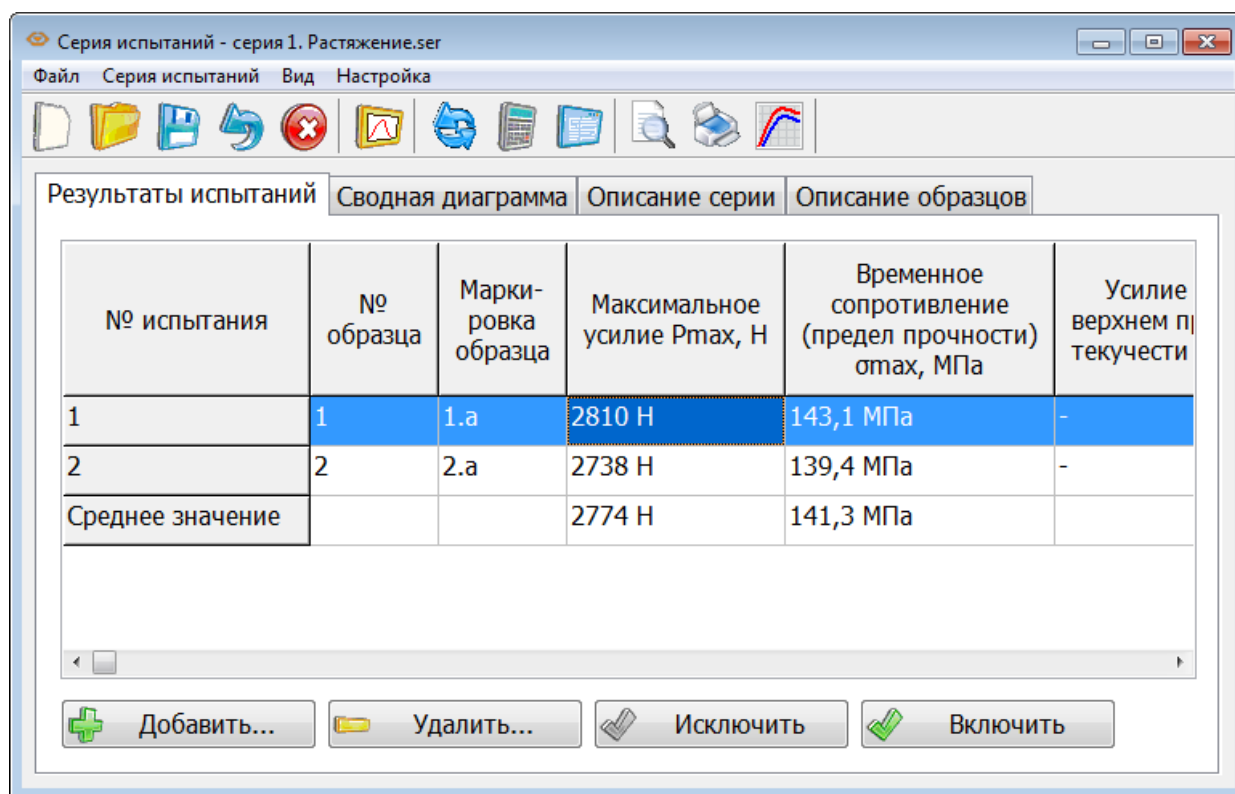
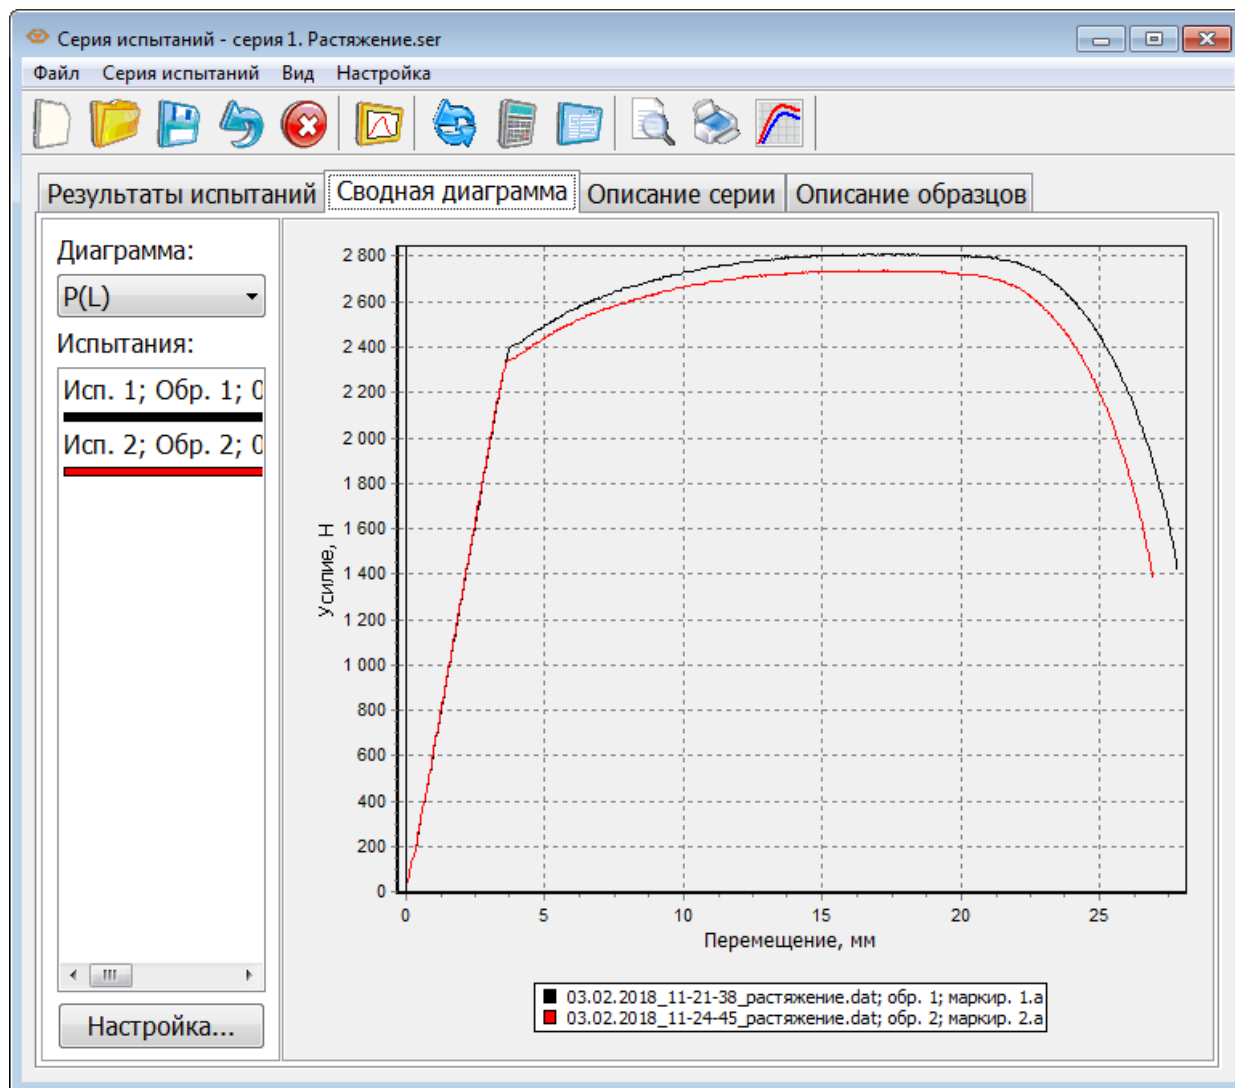

Рис. 36. Серия испытаний. Результаты испытаний
Рис. 38. Сводная диаграмма
Для открытия файла серии испытаний, созданного автоматически для проведенного испытания, необходимо в окне **«Диаграмма испытания»** (рис. 26) нажать кнопку **«Серия»**. Откроется окно **«Серия испытаний»**, в котором можно просмотреть результаты испытаний в серии и их статистику (рис. 36), описание серии испытаний (рис. 37.а), описание образцов (рис. 37.б) и сводную диаграмму (рис. 38).
На вкладке «**Результаты испытаний**» (рис. 36) в таблице отображаются результаты испытаний в серии и их статистика. Параметры статистики для отображения в таблице и протоколе серии испытаний можно выбрать в меню «**Вид**» / «**Статистика**».
В нижней части окна «Серия испытаний» (рис. 36) расположены кнопки для управления результатами испытаний в серии.
Кнопка  предназначена для открытия окна просмотра диаграммы испытания, выделенного в таблице (рис. 36). То же происходит при двойном нажатии левой кнопки мыши в строке таблицы с результатами испытания.
Установка галочки в пункте меню «**Вид**» / «**Протоколы с рисунками**» приводит к созданию протоколов серии испытаний с рисунком – сводной диаграммой испытаний. Вид диаграммы можно выбрать на вкладке «**Сводная диаграмма**» (рис. 38). При отсутствии галочки протоколы будут создаваться без рисунков.
Выводится на печать и сохраняется в файле рисунок диаграмма, которая отображается на вкладке «Сводная диаграмма» (рис. 38). Таким образом, можно выбрать нужный вид диаграммы или выделить интересующий фрагмент.
Сводная диаграмма серии испытаний отображается в окне «Серия испытаний» на вкладке «Сводная диаграмма» (рис. 38).
- Номер испытания в серии, как в первом столбце таблицы результатов (рис. 36);